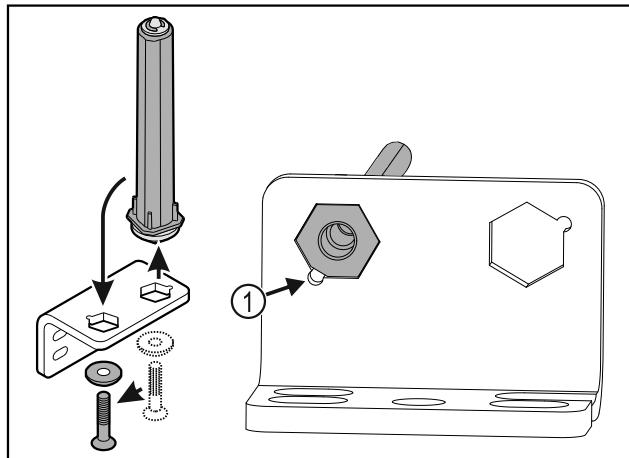

Fig. 29
- Dbajte na to, aby pri nasadzovaní ukazoval úkos čapu Fig. 29 (1) k okrúhlemu otvoru.